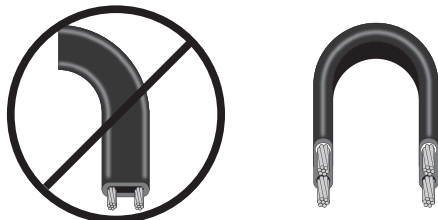

Рис. 2 - Изгиб нагревательной секции
4.1.3. При монтаже и эксплуатации нагревательная секция не должна подвергаться механическим нагрузкам, растягивающим усилиям более 50 Н и скручиванию в продольной плоскости. Не допускается изгибать нагревательную секцию с радиусом изгиба меньше, чем на 40 мм. Нагревательная секция должна изгибаться исключительно перпендикулярно плоскости его жил (см.рис. 2).